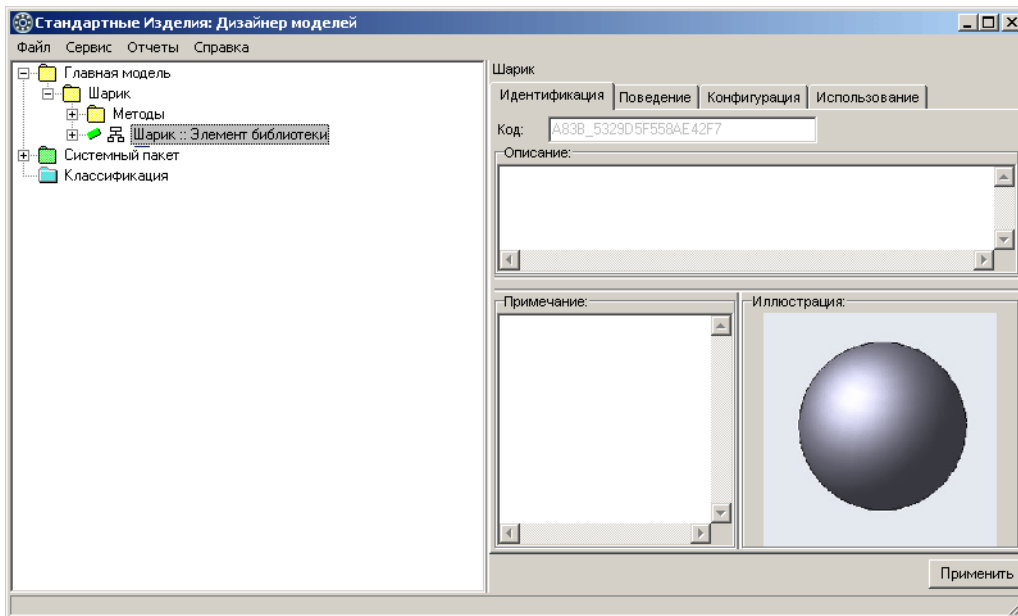

Рис. 3.41.
3. Укажите в папке хранилища файл *pictures\Sharik.jpg* и нажмите кнопку **Открыть**. Изображение шарика появится в области **Иллюстрация** (рис. 3.41).